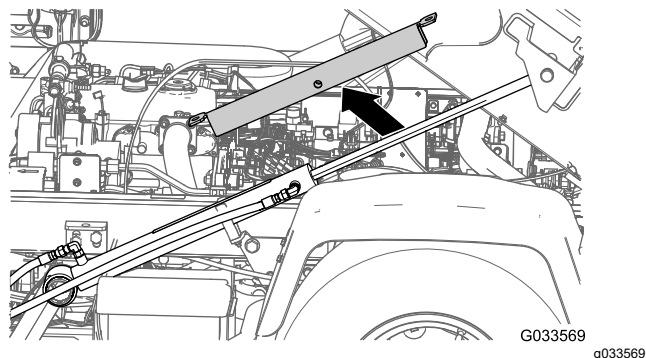
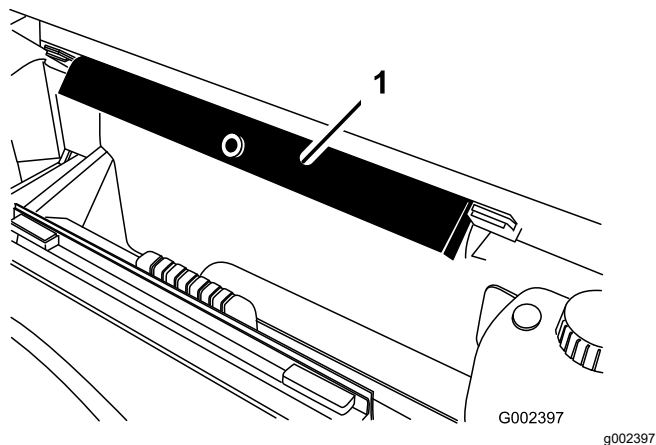

Figura 34
Figura 35
2. Îndepărtai suportul platformei de pe cilindrul de ridicare i depozitai suportul pe consolele de depozitare din spatele panoului ROPS (Figura 34 i Figura 35).